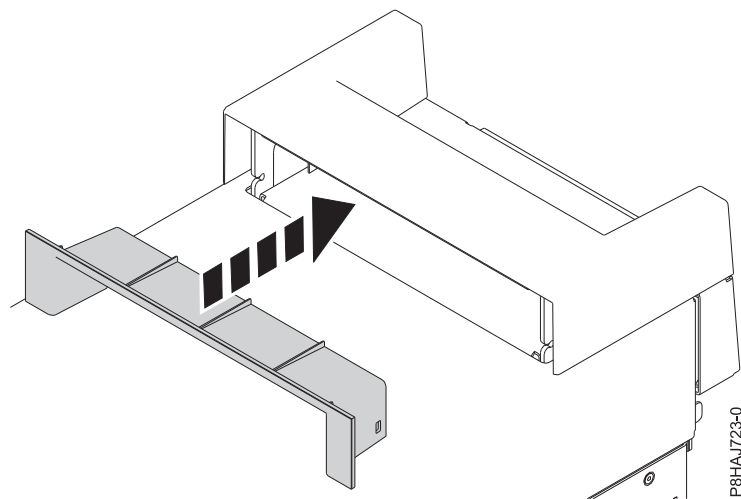

Figure 17. Insertion de la pièce plastique dans la poignée sur un système autonome 8286-41A
2. Insérez la pièce plastique (garniture intérieure) dans la poignée en la poussant fermement comme illustré figure 17.